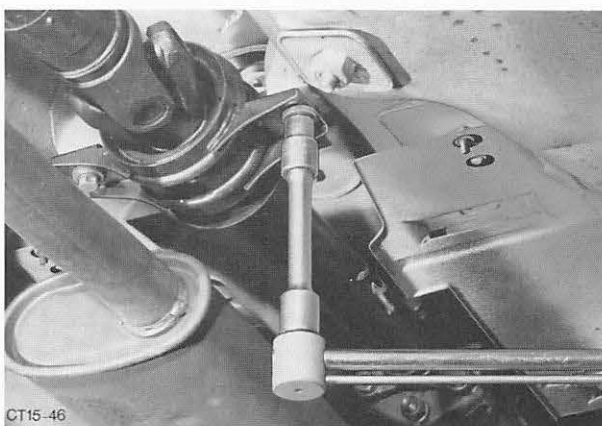

Abb. 118 Mittellagerschrauben festziehen
- c) Mittellager **parallel** zur Gelenkwelle und spannungsfrei mit vorgeschriebenem Drehmoment festziehen. Abb. 118.